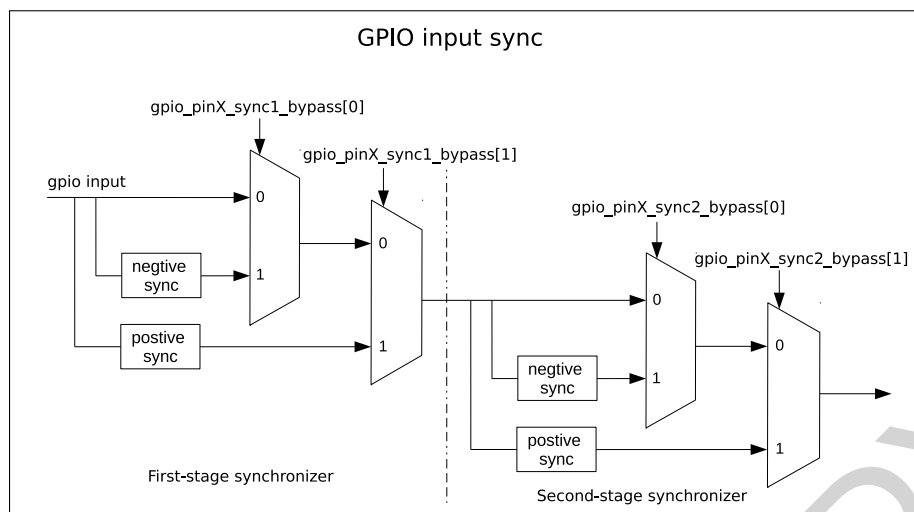

图 5-4. GPIO 输入经 APB 时钟上升沿或下降沿同步
GPIO SYNC 模块的功能如图 5-4 所示。其中，negative sync 为 GPIO 输入经过 APB 时钟的下降沿同步，positive sync 为 GPIO 输入经过 APB 时钟上升沿同步。
- 如图 5-4 所示，配置 `GPIO_PIN $x$ _SYNC1_BYPASS` 使能输入信号第一拍为上升沿或下降沿同步。
- 如图 5-4 所示，配置 `GPIO_PIN $x$ _SYNC2_BYPASS` 使能输入信号第二拍为上升沿或下降沿同步。